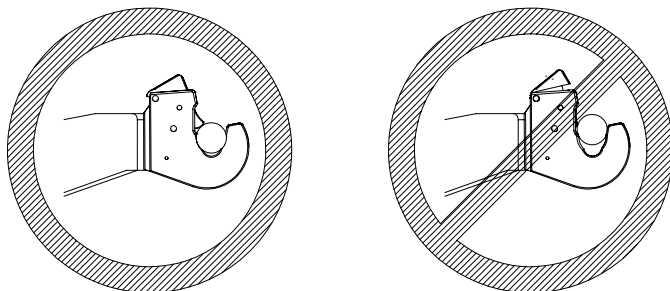

Fig. 6.9: Blocco delle sfere
- Controllare che le sfere siano bloccate fig. 6.9.